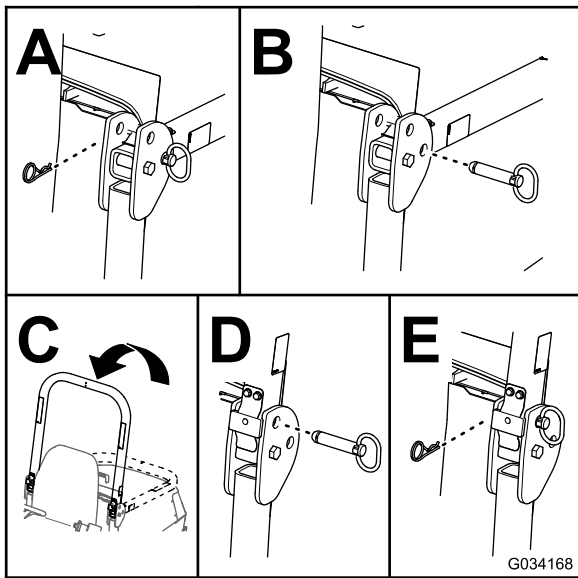

Figura 34
2. Retire las chavetas y los pasadores de la barra antivuelco (Figura 34).
3. Eleve la barra antivuelco y fíjela con los pasadores y las chavetas (Figura 34).